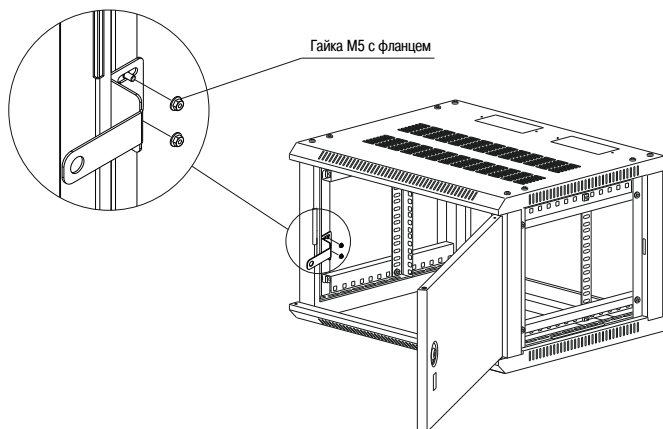

Рисунок 18
4.4.1 После сборки шкафа необходимо совместить посадочные отверстия проушины со шпильками на стойке так, чтобы в закрытом положении двери можно было опломбировать (рисунок 18). Зафиксируйте гайками фланцевыми М5.